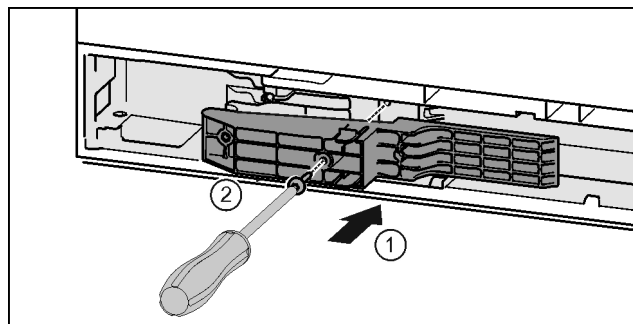

Fig. 45 \*
- ▶ Adapterstück auf der Griffseite in die Ausparung einsetzen. Fig. 45 (1)\*
- ▶ Schrauben mit Schraubendreher T15 festschrauben. Fig. 45 (2)\*